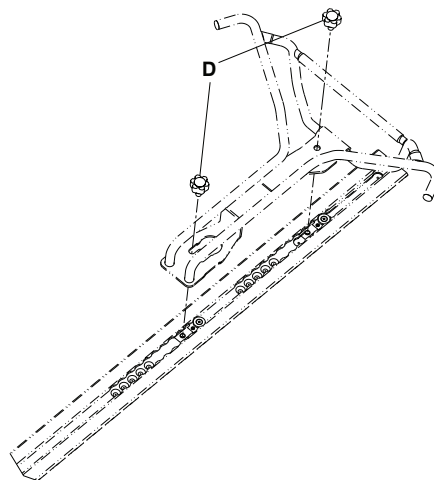

图 2 – 带有银色旋钮的鹿角型组件 (6390-001-033)
3. 安装两个银色旋钮 (6390-001-033) 以固定鹿角型组件 (图 2)。如需安装通用底板，请参阅安装底板说明 (6390-001-020)。